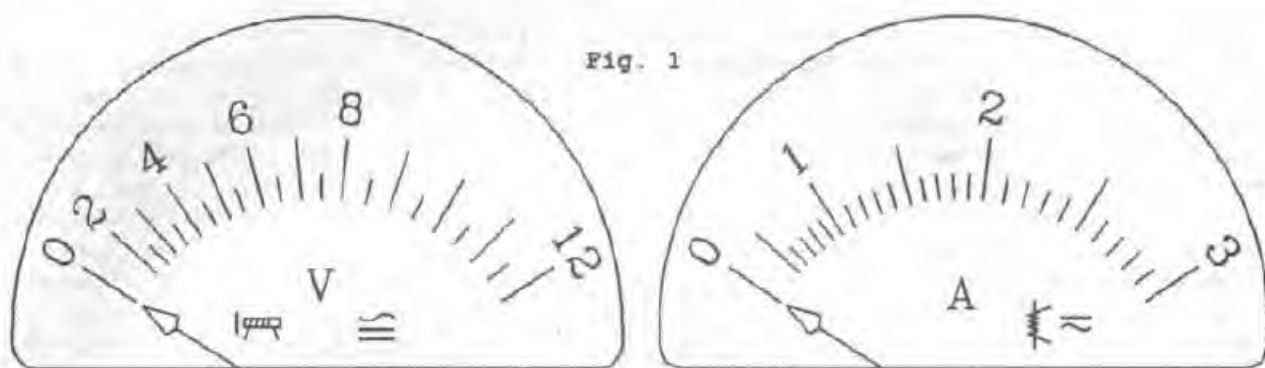

Fig. 1
Usei um "voltímetro" de 0-12 Volts (V), suficiente para o Controlador da Frateschi. Infelizmente, o mostrador comprime um pouco as marcas de 0 a 4 Volts, dificultando a leitura na faixa que mais me interessava na época — de 2,5 a 6 Volts (Fig. 1).
Um pouco pior era o "amperímetro", de 0-3 Ampères (A). Primeiro, porque o Controlador da Frateschi era limitado a 2 Ampères. E segundo, porque a faixa de maior utilização, para as locomotivas Frateschi da época, ia de 0 a 900 mili-Ampères (mA). Essa faixa ficava comprimida numa área de menos de 10% do mostrador (Fig. 1). O ideal seria um "amperímetro" de 0-2 Ampères.